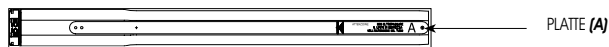

Abb.7
3) DIE OBERHALB VON MOTORHÜLSE UND HAUBE (ABB.1, BEZ. ❶ - ❷) MONTIERTEN PLATTEN (ABB.7, BEZ.A) MÜSSEN WÄHREND DER MONTAGE DER ELEKTROWELLE AUF DER AUSSENSEITE DER FESTSTEHENDEN WELLE LAUFEN.